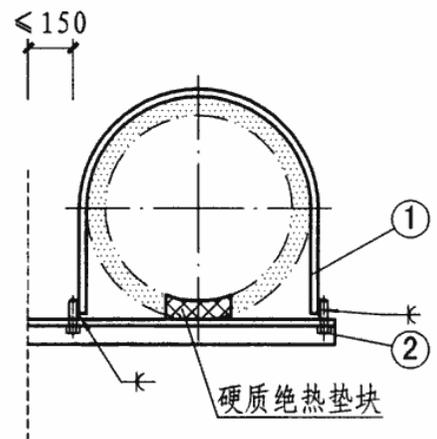

图2
3. 图2、图6中, 件①与②的焊接连接长度为 $5d$ (d 为②的直径)。